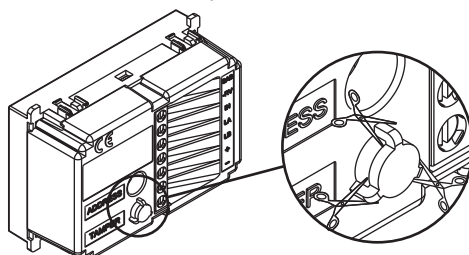

Figura 10 – Protezione tamper
**ATTENZIONE:** La protezione per la molla del tamper (figura 10) va tagliata sia quando la tastiera viene alloggiata nella scatola da parete, sia quando viene alloggiata in una scatola da incasso.